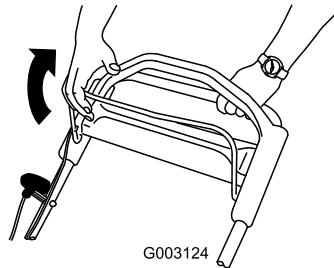

Figure 30
2. Serrez la barre de commande de la lame contre le guidon (Figure 30).